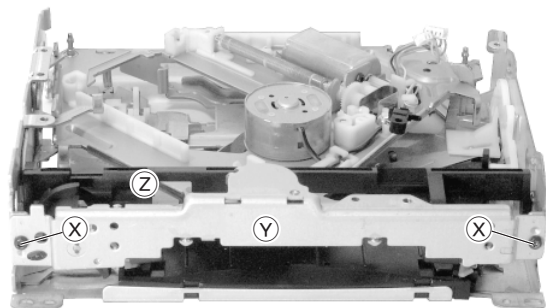

Fig. 13
- 2 Schrauben **X** herausschrauben und die Platte **Y** abnehmen (Fig. 13).
- Kunststoffteil **Z** austrasten und abnehmen (Fig. 13).
- Undo 2 screws **X** and remove the plate **Y** (Fig. 13).
- Unhook the plastic part **Z** and remove it (Fig. 13).